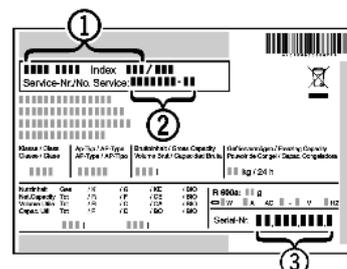

Fig. 61
- ▶ Gerätebezeichnung *Fig. 61 (1)*, Service-Nr. *Fig. 61 (2)* und Serial-Nr. *Fig. 61 (3)* vom Typenschild ablesen. Das Typenschild befindet sich an der linken Geräteinnenseite.